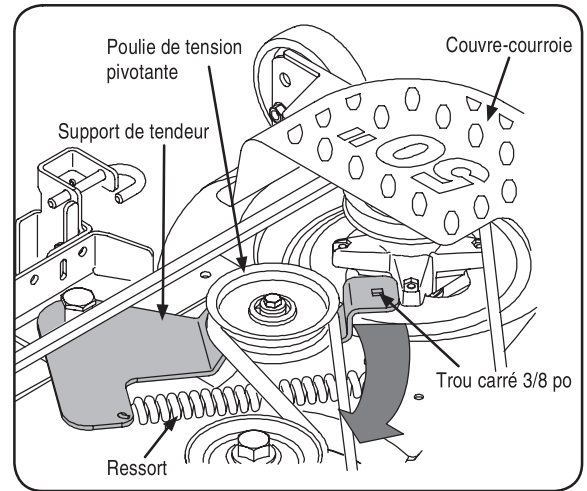

Figure 6-7
- Pour faciliter le démontage de la courroie plus tard, desserez le boulon qui retient la poulie de tension pivotante sur son support, mais ne le retirez pas. Voir la Figure 6-7.
- Insérez une clé à cliquet de 3/8 po (pour desserrer) dans le trou carré qui se trouve sur le support de la poulie de tension, sur la gauche du plateau de coupe. Voir la Figure 6-7.